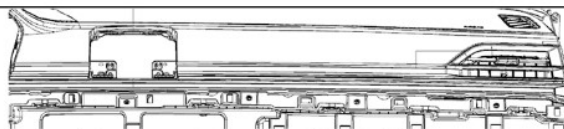

图 1.5.17 右风口总成装配状态
- (1) 拆卸前应先了解仪表板下本体结构及各紧固元件位置（见图 1.5.17）
- (2) 用十字螺丝刀将图示线框处自攻螺钉(Q2756319F31A)拆卸下来，
- (3) 确认与线束连接全部断开后，轻轻将下本体抬起。即可沿 X 方向将仪表板下本体拆分下来。